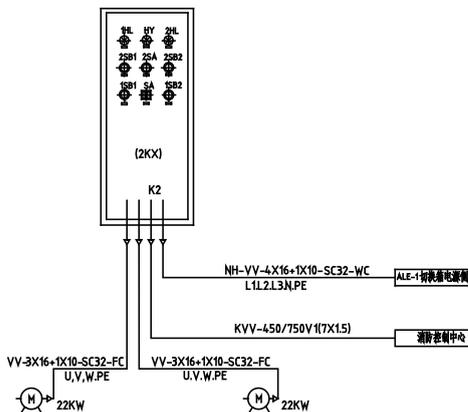

图3-43 素材文件
- 01 单击【快速访问】工具栏中的【打开】按钮，打开“第3.4.6 设置图层特性.dwg”素材文件，如图3-43所示。